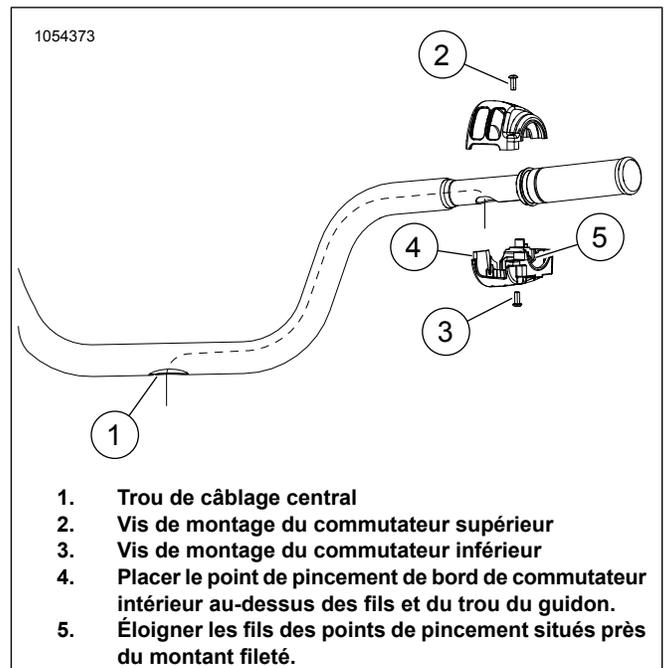

Figure 3. Acheminement des fils de boîtier commutateur
2. Voir Figure 3 . Avec le guidon placé sur une surface lisse et souple, les extrémités de poignée vers le haut, acheminer délicatement le groupe de fils de commutateur de droite dans l'ouverture sur le dessous du nouveau guidon et vers la grande ouverture au centre du guidon.